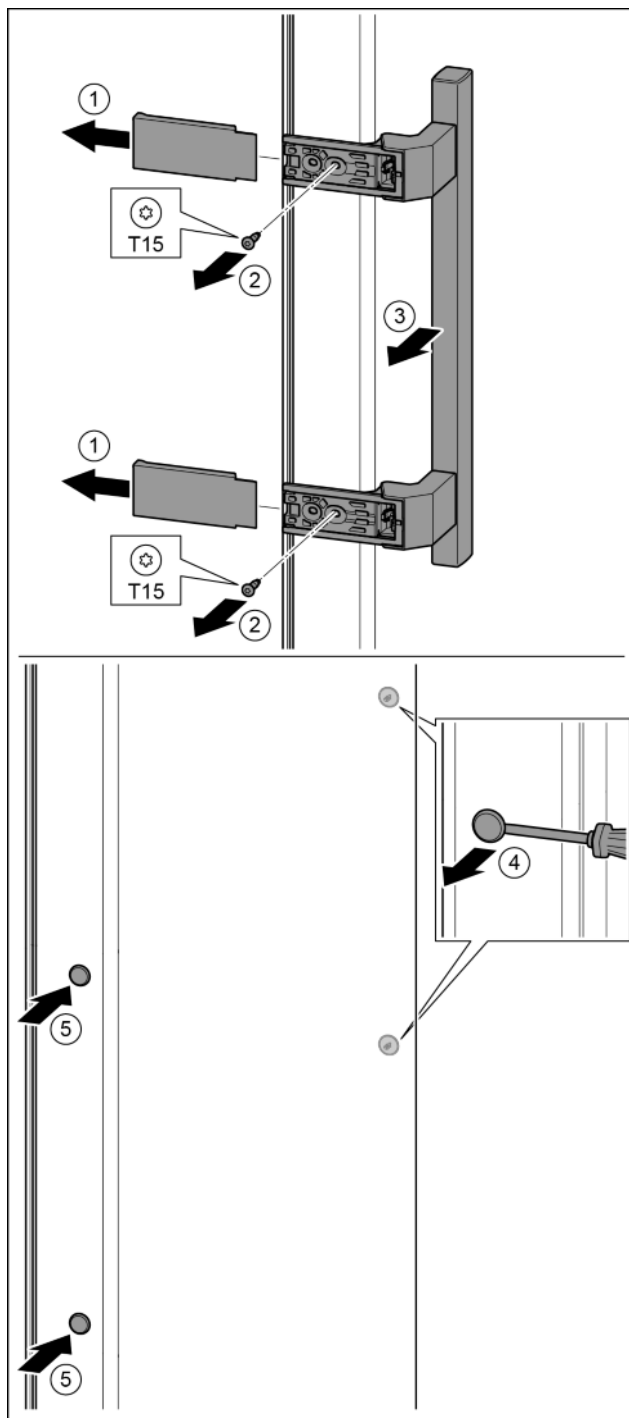

Fig. 33
- ▶ Зніміть кришку. *Fig. 33 (1)*
- ▶ Викрутіть гвинти за допомогою викрутки T15. *Fig. 33 (2)*
- ▶ Зніміть ручку. *Fig. 33 (3)*
- ▶ За допомогою шліцевої викрутки обережно підійміть бокову пробку та витягніть її. *Fig. 33 (4)*
- ▶ Знову вставте пробку з іншого боку. *Fig. 33 (5)*